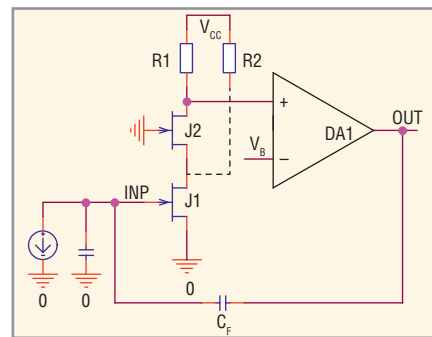

Рис. 4. Упрощённая схема малошумящего усилителя с «головным» транзистором в касковом включении
2. Касковное включение «головного» транзистора с дополнительным токозадающим резистором ( $R2$ , см. рис. 4). В таком включении один из транзисторов с высоким выходным сопротивлением соединён со вторым транзистором, имеющим низкое входное и высокое выходное сопротивление. Например, касковыми являются соединения типа общий эмиттер (ОЭ) и общая база (ОБ), ОЭ и общий затвор (ОЗ), общий исток (ОИ) и ОБ, ОИ и ОЗ (см. рис. 4). Каскоды обладают рядом преимуществ, а имен-